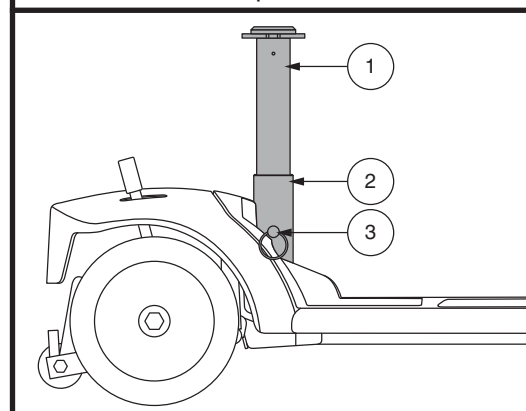

Figure 24. Réglage de la hauteur du siège
La hauteur du siège peut être réglée à volonté. **Voir la figure 24.**
2. Retirez le mât du siège du Travel Scooter en retirant la goupille de détente de la partie inférieure du mât du siège, puis soulevez le mât vers le haut et enlevez-le du Travel scooter. **Voir la figure 24.**